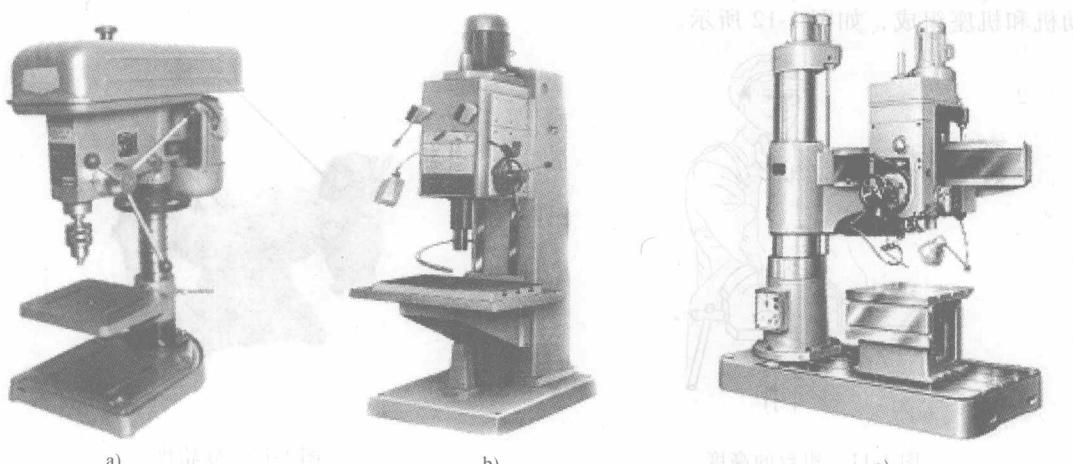

图 1-13 钻床
(4) 钻床 用于对工件进行各类圆孔的加工，有台式钻床、立式钻床和摇臂钻床等，如图 1-13 所示。